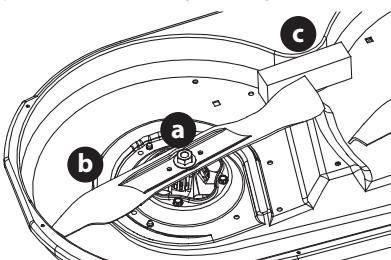

Figure 51
2. Placer un cale en bois (c) entre le carter du plateau de coupe et le tranchant de la lame (b) pour aider à débloquer l'écrou hexagonal (a) qui fixe la lame (b). Utilisez une clé de 15/16 po pour desserrer l'écrou hexagonal (a) (Figure 51).